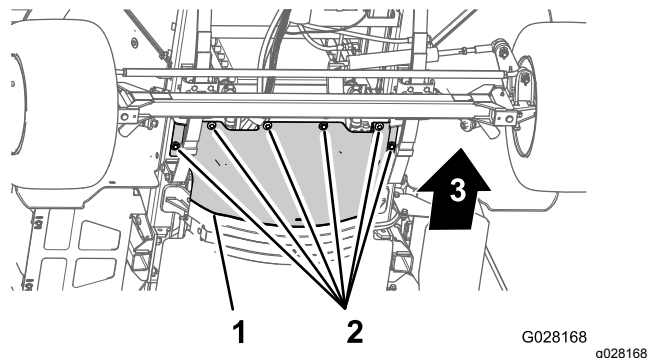

Рисунок 57
3. Выверните 6 болтов с шестигранными головками и снимите 6 шайб, которые крепят передний теплоизолирующий экран к шасси, и снимите экран (**Рисунок 57**).